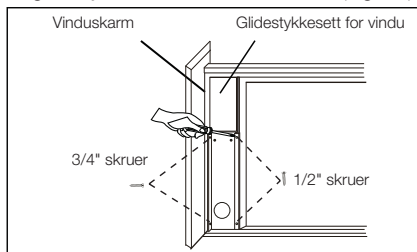

Fig. 20
3. Lukk glidekarmen forsvarlig inntil glidestykket (Fig. 20).
4. Skru inn to 1/2" skruer for å sikre glidestykket til vindusrammen (Fig. 20).
5. Skru inn to 3/4" skruer for å sikre glidestykket til vinduskarmen (Fig. 20).